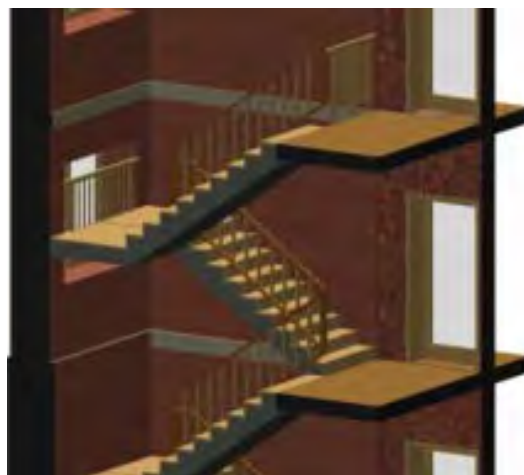

Рис. 122
4. Окончательное расположение ограждений в одной из лестничных клеток представлены в 3D-виде (рис. 122).